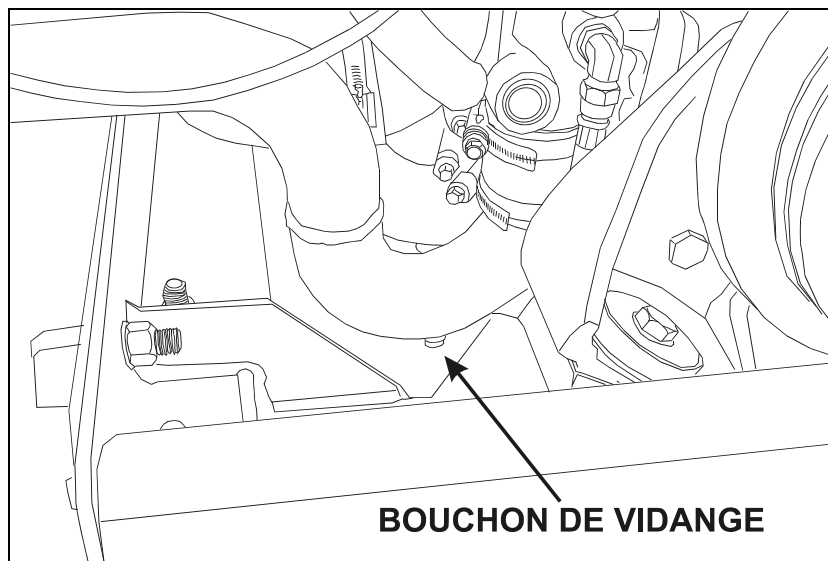

FIGURE 5: BOUCHON DE VIDANGE DE LA POMPE À EAU
3. Dévisser le bouchon de vidange de la canalisation d'admission de la pompe à eau (Fig. 5).